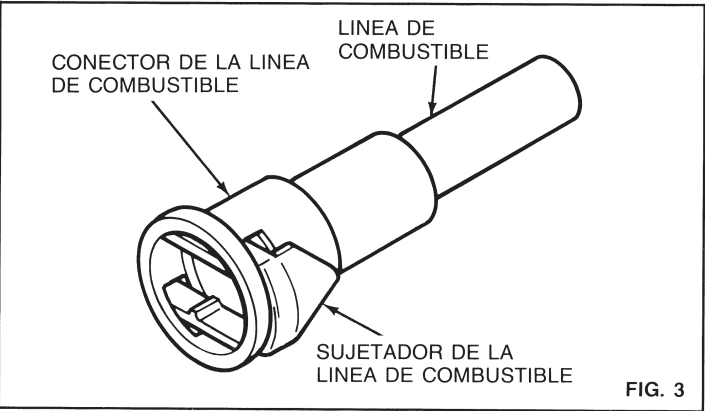

FIG. 3
B) Consultando la Fig. 3, instale los nuevos sujetadores de la línea de combustible, 5/16" (natural/claro) y 3/8" (negro), en sus conectores correspondientes según el tamaño, con el extremo triangular del sujetador en el sentido opuesto a la abertura del conector de la línea de combustible.